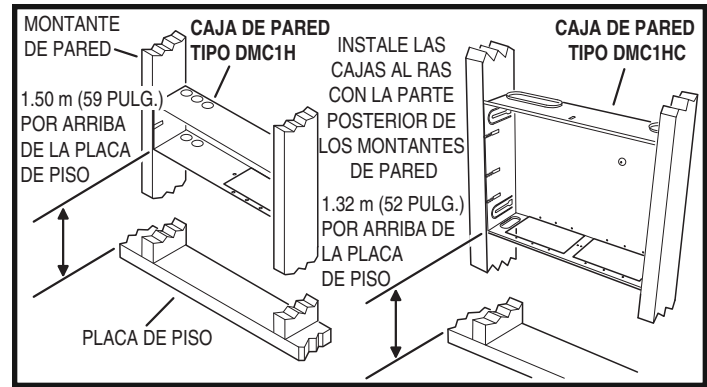

Figura 1. Instalación de la caja de pared
2. Coloque la parte posterior de la caja de pared al ras de la parte posterior de los montantes de 2 x 4 con la orilla inferior aproximadamente 1.50 m (59 pulgadas) por arriba del piso para la caja de pared del juego dmc1HC o aproximadamente 1.32 m (52 pulgadas) por arriba del piso para la caja de pared del juego dmc1H. Asegúrese que el disco removible de montaje del transformador se encuentra en la parte inferior de la caja (ver la Figura 1).